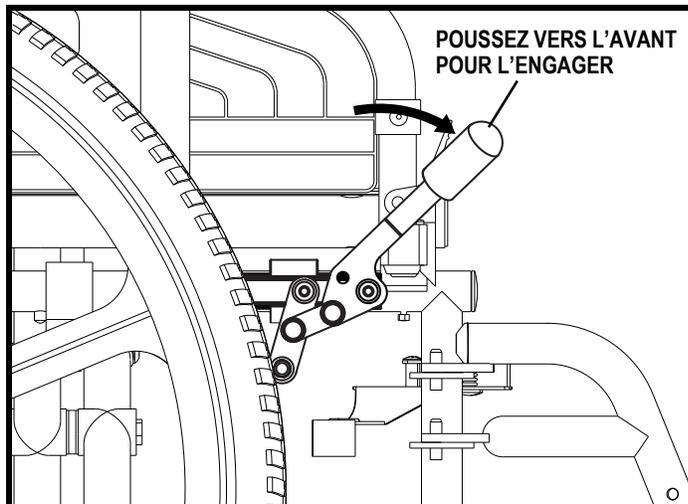

Figure 6. Frein de stationnement manuel droit (poussez pour bloquer)
1. Engagez les deux freins de stationnement. Voir la figure 6 ou 7.
1. Engagez les deux freins manuels. **Voir la figure 6 ou 7.**